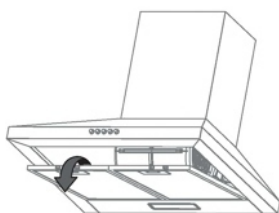

fig. 15
2. Para instalar el nuevo filtro de carbón retire las rejillas de aluminio (fig. 15)